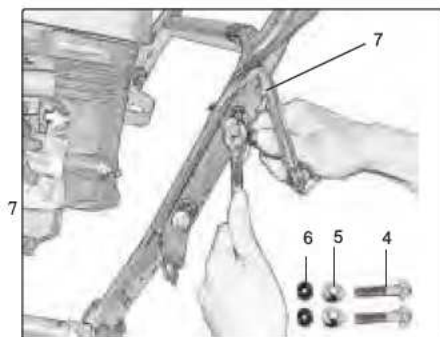

Рис. 3
•Закрепите два винта М8х40 (4), две шайбы (5) и две гайки (6) вместе с кронштейном вала рукоятки вращения желоба (7) с левой стороны. (Рис. 3)